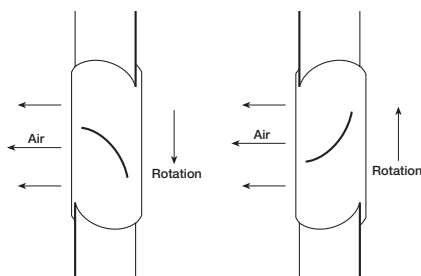
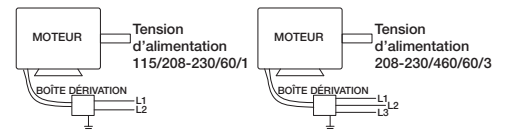

Figure 7 — Sens de rotation
Figure 13 — Schéma de câblage typique
- Vérifier le sens de rotation de l'hélice en mettant brièvement l'appareil en marche. Le sens de rotation doit être celui indiqué sur l'autocollant apposé sur l'appareil ou sur la Figure 7. Sur les installations triphasées, le sens de rotation peut être inversé par l'inversion de deux quelconques des trois fils électriques. Pour les installations monophasées, suivre le schéma de câblage figurant sur le moteur ou voir Figure 13.
2. Câbler le moteur pour la tension souhaitée conformément au schéma de câblage figurant sur le moteur ou au schéma de câblage à la Figure 13.
2. Démarrer le ventilateur et l'arrêter immédiatement pour vérifier que le sens de rotation de l'hélice correspond à la flèche dans le compartiment du moteur. Voir la Figure 7.